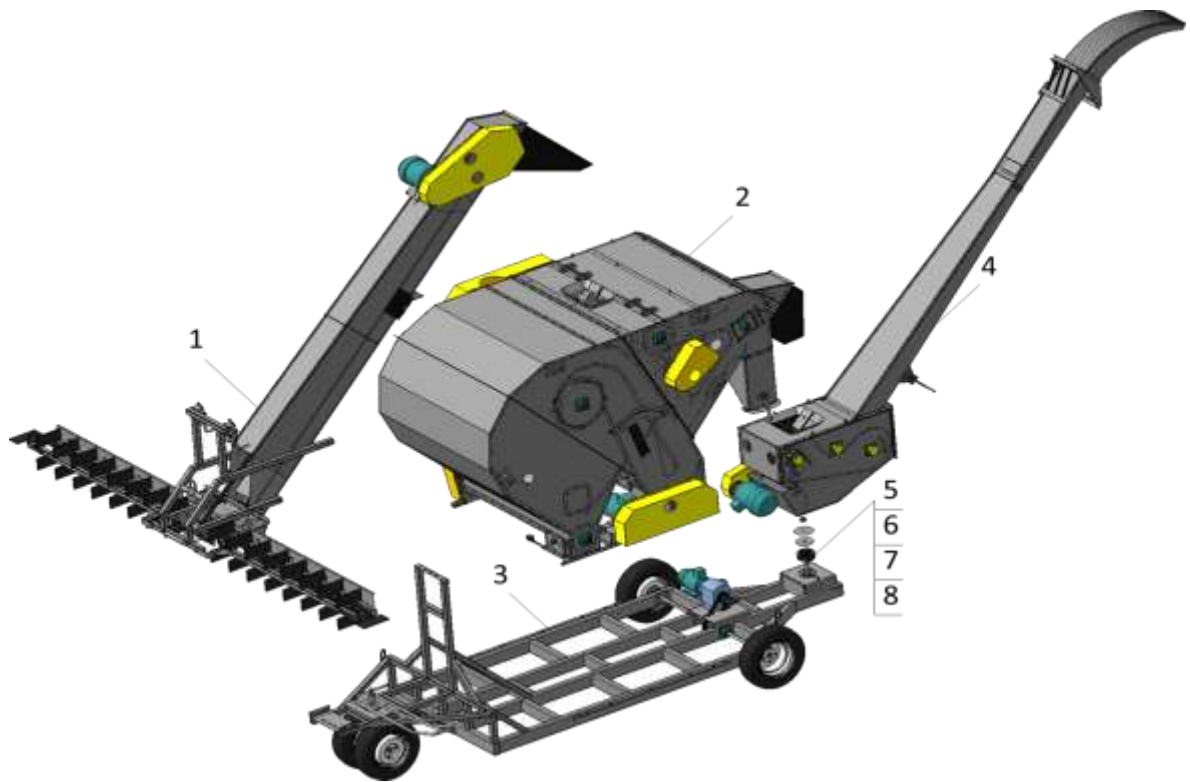
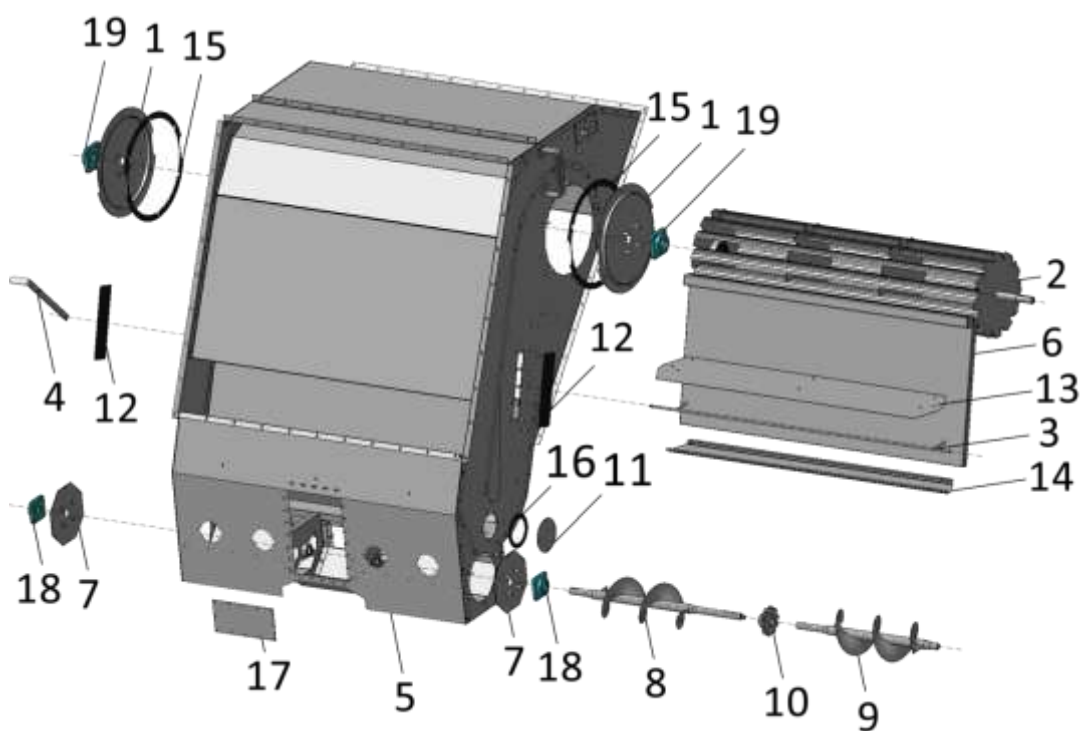

Рис. 1 – Комплекс МЗК:
Рис. 2 – Комплекс МЗК:
3.1.1. Компонентная схема Комплекса приведена на рис.1 (стандартные изделия, в т.ч., метизы, скрепляющие отдельные модули Погрузчика, а также цепи приводные, цепи транспортеров, ремни и др., здесь и далее условно не показаны). На раме 3 смонтированы основные компоненты: триммер поворотный 4 с выгрузным лотком, установленным под углом 45°; загрузочный короб 1 с расположенным внутри наклонным скребковым транспортером; к загрузочному коробу 1 машина очистки 2.
Поперечные горизонтальные питатели рис.1 скребковыми транспортерами подают зерно с периферии бурта к центру. Продольный (центральный) наклонный скребковый транспортер, проходящий внутри загрузочного короба, подает зерно в загрузочное окно машины очистки, откуда оно попадает на сетку там происходит очистка крупных примесей и затем попадает в воздушный канал где вихревой поток с большой скоростью очищает зерно от мелких примесей. Сбоку машины рис. 2 располагается рычаг 4 который регулирует степень открытия воздушного канала (силу ветра). Повернув рычаг необходимо посмотреть степень очистки, если она устраивает оставить всё как есть, если же в мусор выпадает много чистого продукта то необходимо уменьшить вихревой поток повернув рычаг в сторону со знаком «-». Очищенный продукт попадает на шнек чистого зерна которое собирает последнее в лоток откуда транспортёром направляется в триммер который придаёт продукту ускорение и выбрасывает его в требуемое место (в транспортное средство или в новый борт). Для непрерывного забора и подачи зерна зернокомплекс перемещают в продольном направлении с помощью механизма самохода.
МЗК (Рис. 1)